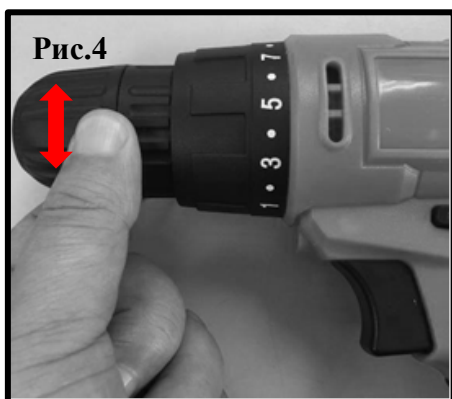

Рис.4
## 7.3. Установка сверла или биты (Рис.4).
- Чтобы вставить сверло или биту (Рис.4):